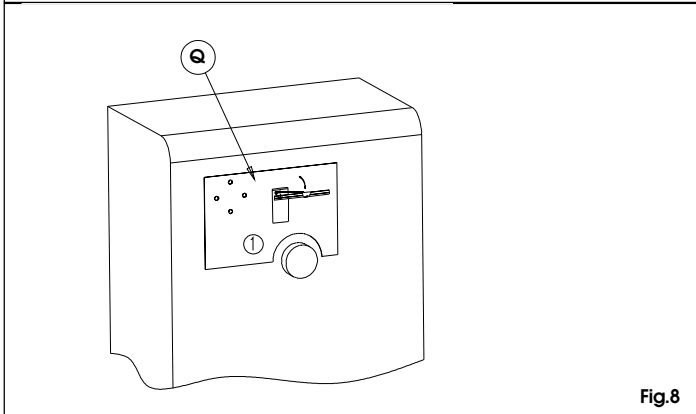

Fig.8
- 9) In base all'apertura della sbarra posizionare la dima **Q** sul cofano Fig.8. Tracciare e forare con una punta $\varnothing 5.5$.
- 9) According to the beam opening, locate template Q on the housing, Fig.8. Mark and drill through with a $\varnothing 5.5$ bit.
- 9) Suivant l'ouverture de la lisse, positionner le gabarit Q sur le coffret Fig.8. Tracer et percer avec un foret $\varnothing 5.5$.
- 9) En base a la apertura de la barra coloque la plantilla **Q** sobre el capó Fig. 8. Trace y taladre con una broca de $\varnothing 5,5$.
- 9) Je nach der Öffnung des Balkens die Schablone **Q** auf dem Gehäuse positionieren, Abb. 8. Ankönnen und mit einer Spitze mit $\varnothing 5,5$ bohren.